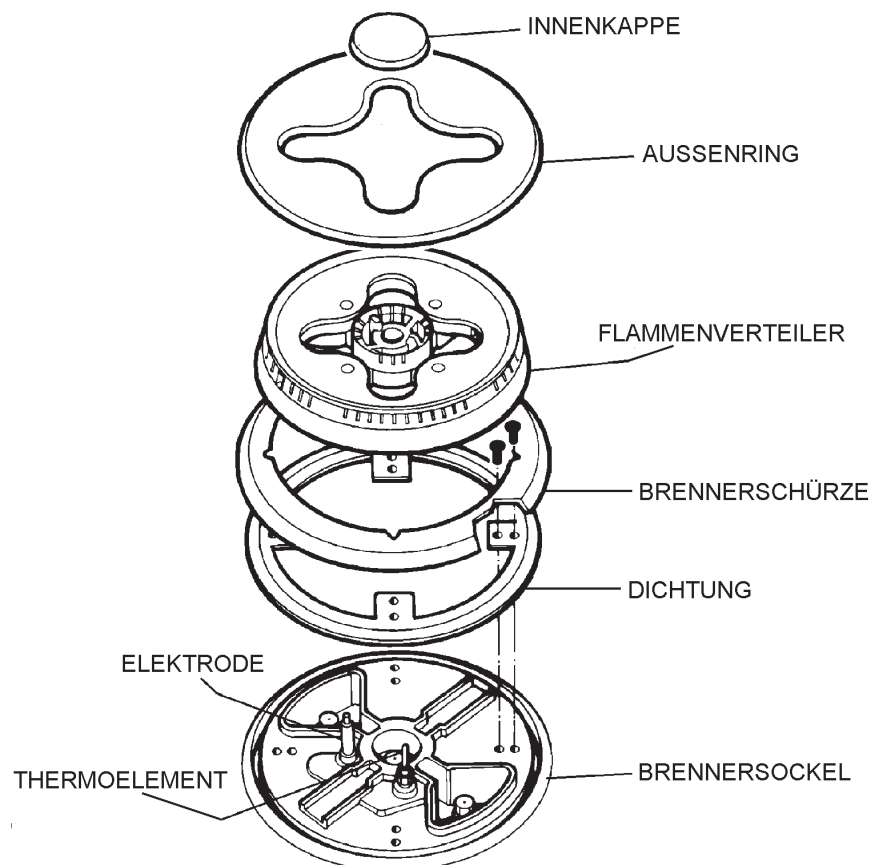

Abb. 7A
4. Setzen Sie die Brennerkappen auf die Brennerkörper auf (siehe Abb. 7A, 7B u. 7C).